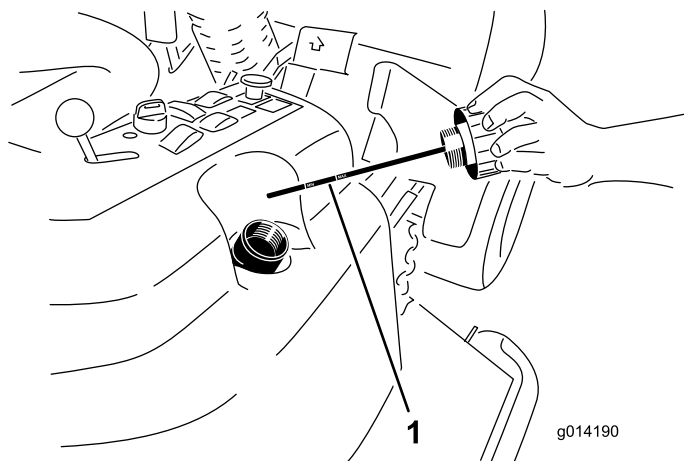

Figura 40
2. Togliete il tappo di riempimento del fluido idraulico dal collo del bocchettone (Figura 40).
3. Togliete l'asta di livello ed asciugatela con un panno pulito (Figura 40).
4. Avvitare a fondo l'asta di livello nel bocchettone di riempimento, quindi estraetela e controllate il livello del fluido (Figura 40).